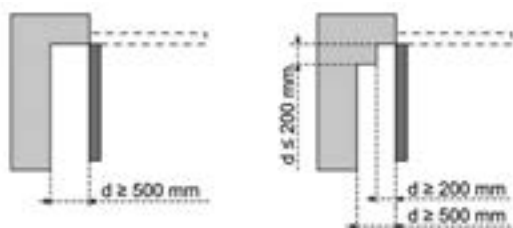

Figure 4 - Distance de sécurité
- des distances de sécurité (voir Fig. 4)
3.1 Hauteur d'installation - Fig. 4